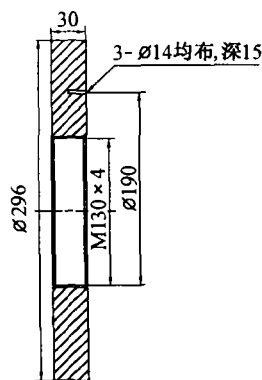
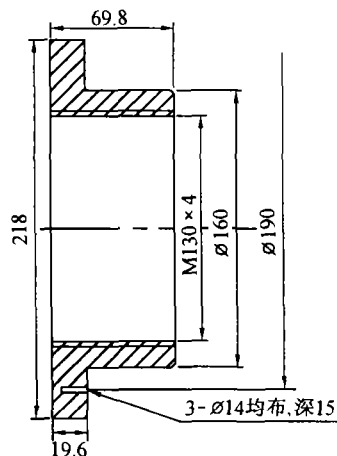

图 2 锁紧圆螺母钻孔示意
图 3 后缓冲套钻孔示意
a. QRWY-500/400-2.6 型液压启闭机油缸活塞部件改造如图 2 和图 3 所示,分别在活塞后缓冲套和锁紧圆螺母的 $\varnothing 190\text{ mm}$ 圆周上钻 $\varnothing 14\text{ mm}$ 盲孔 3 个,均匀分布,孔深 15 mm。